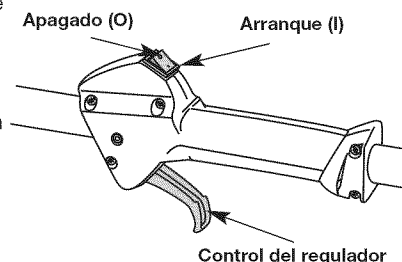

Fig. 9
**NOTA:** No hay necesidad de arrancar la unidad. El control de Encendido/Apagado está en la posición ENCENDIDO (I) en todo momento (Fig. 9).
2. Coloque el control de encendido y apagado en posición de APAGADO (O) (Fig. 9).
- Coloque el control de encendido y apagado en posición de APAGADO (O) (Fig. 9).